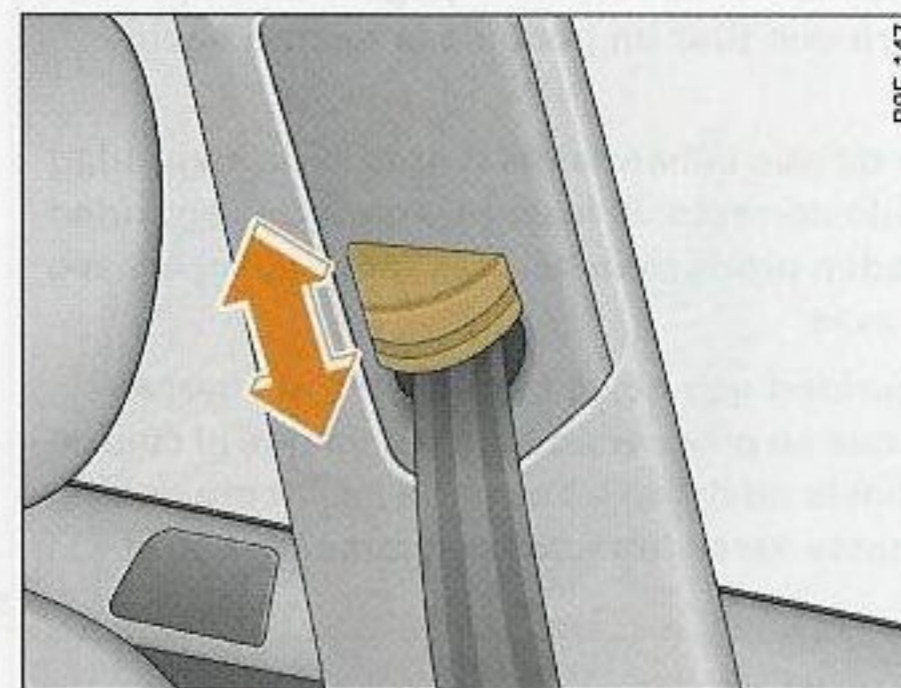

Fig. 183 Asiento delantero: Ajuste de la altura del cinturón (dispositivo-guía)
- Desplace hacia arriba o hacia abajo la tecla con el dispositivo-guía, de modo que la banda del hombro se deslice aproximadamente por el centro del mismo, pero **en ningún caso sobre el cuello** ⇒ fig. 183, ⇒ ⚠ en "Colocación de la banda del cinturón en los cinturones de seguridad de tres puntos", página 224.